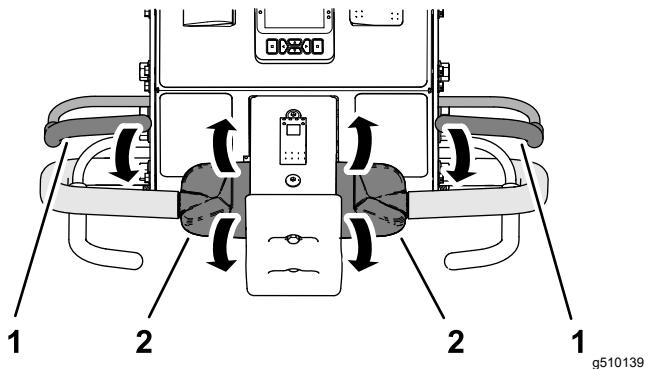

図 32
2. どちらかのオペレータ安全ペイルをハンドルバーと共に握り、走行コントロール図 32を前方又は後方に回転させ、エンジンを始動する。